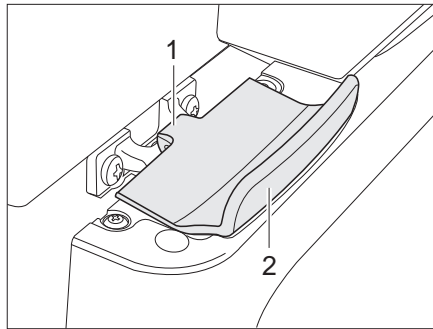

Fig. 234 Bloqueo de la puerta del frigorífico, cerrado (Thetford)
**Abrir:** ■ Abrir la puerta del frigorífico con el tirador (Fig. 234,2). El bloqueo (Fig. 234,1) se abre automáticamente.